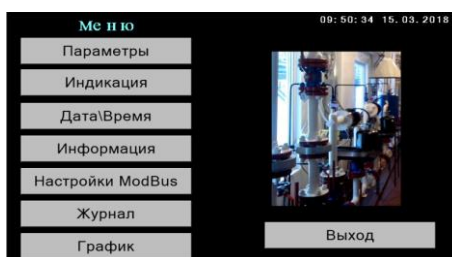

Рисунок 9 – Окно «Меню»
9.2.1 Для управления режимами работы влагомера при касании экрана в состоянии «**Основное окно**» в любом месте происходит переход в окно «**Меню**» (рис.9):